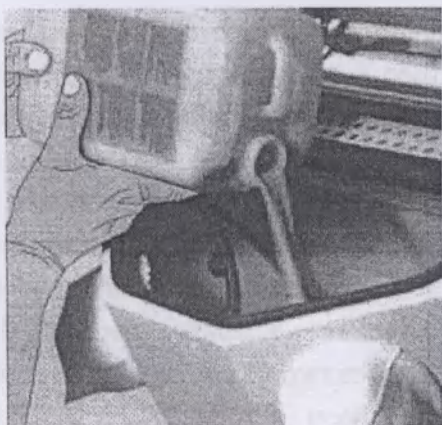

Рис. 17
8. Заполните в аппарат 5 кг песка по Вашему выбору, просто насыпав его в струйную камеру (рис. 17).